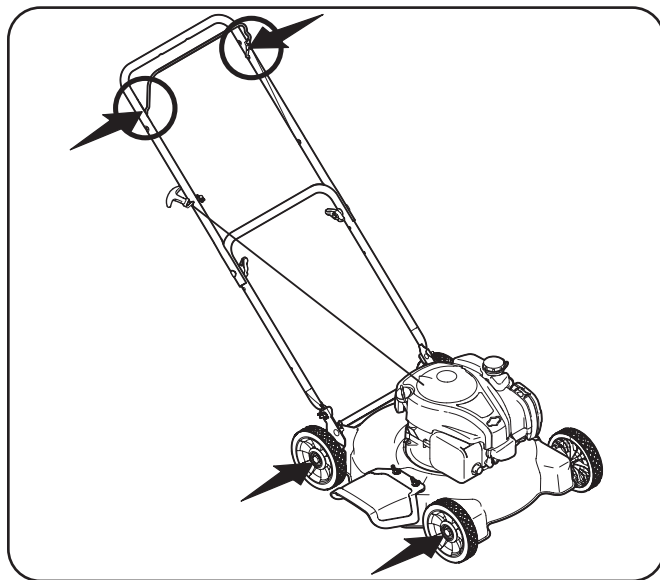

Figura 6-1
1. Lubrique con aceite ligero los puntos de pivote del control de la cuchilla al menos una vez cada estación. El control debe funcionar libremente en ambas direcciones, Figura 6-1.
2. Lubrique las ruedas por lo menos una vez por temporada con aceite ligero o aceite para motor. Sin embargo, si las ruedas se quitan por cualquier razón, debe lubricar la superficie del cerrojo de árbol y la superficie interna de la rueda con aceite ligero, Figura 6-1.